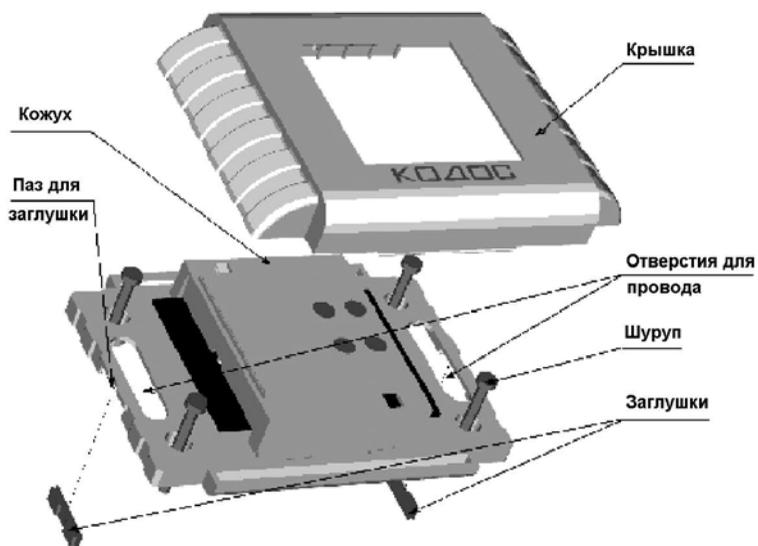

Рисунок 4 – Монтаж сетевого контроллера
- снять с сетевого контроллера крышку (см. рисунок 4);
- в случае если провода подходят сбоку корпуса сетевого контроллера (например, из короба или гофрированного шланга), снять заглушки (рисунок 4);
- через отверстия для проводов (если провода идут из стены) или через пазы для заглушек и отверстия для проводов (в случае, если провода проложены в коробе) (см. рисунок 4), протянуть провода к кожуху сетевого контроллера;